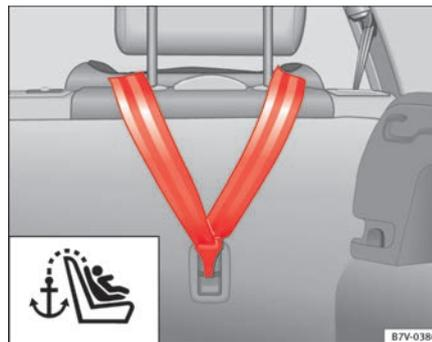

Abb. 29 Eingehängter oberer Befestigungsgurt im Gepäckraum.
- Oberen Befestigungsgurt an der Rückseite der Rücksitzlehne in die entsprechende Halteöse (für TOP TETHER) der Rücksitzlehne einhaken ⇒ Abb. 29.